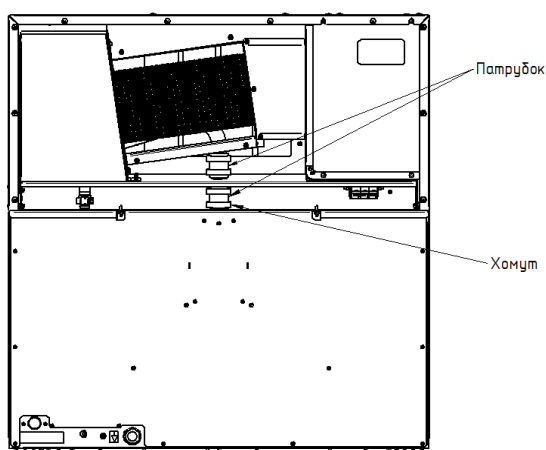

Рисунок 13
1.3. Соединить трубу 3ВВ-4-6/4ПМ.03.00.007 с трубой 3ВВ-4-6/4ПМ.03.00.006 установив между ними патрубок 3ВВ-4-6/4ПМ.00. 00.006 стянуть хомутами 32-50 KOVOPOL, закрыть крышку. (см. Рисунок 13 и 14);